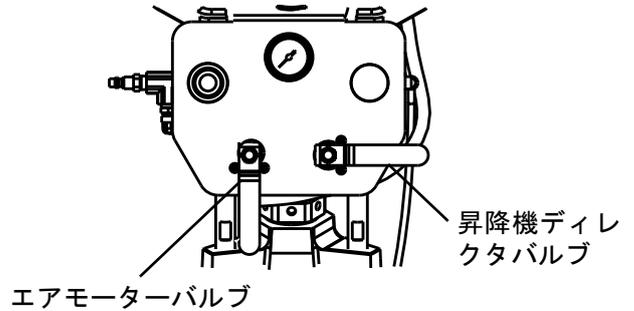

図 4
3. **L20c エア制御の場合:** 図 4.
- a. ブリードタイプのアアモーターバルブおよび昇降機ディレクタバルブを閉めます。ラムはゆっくり降下します。図 4.